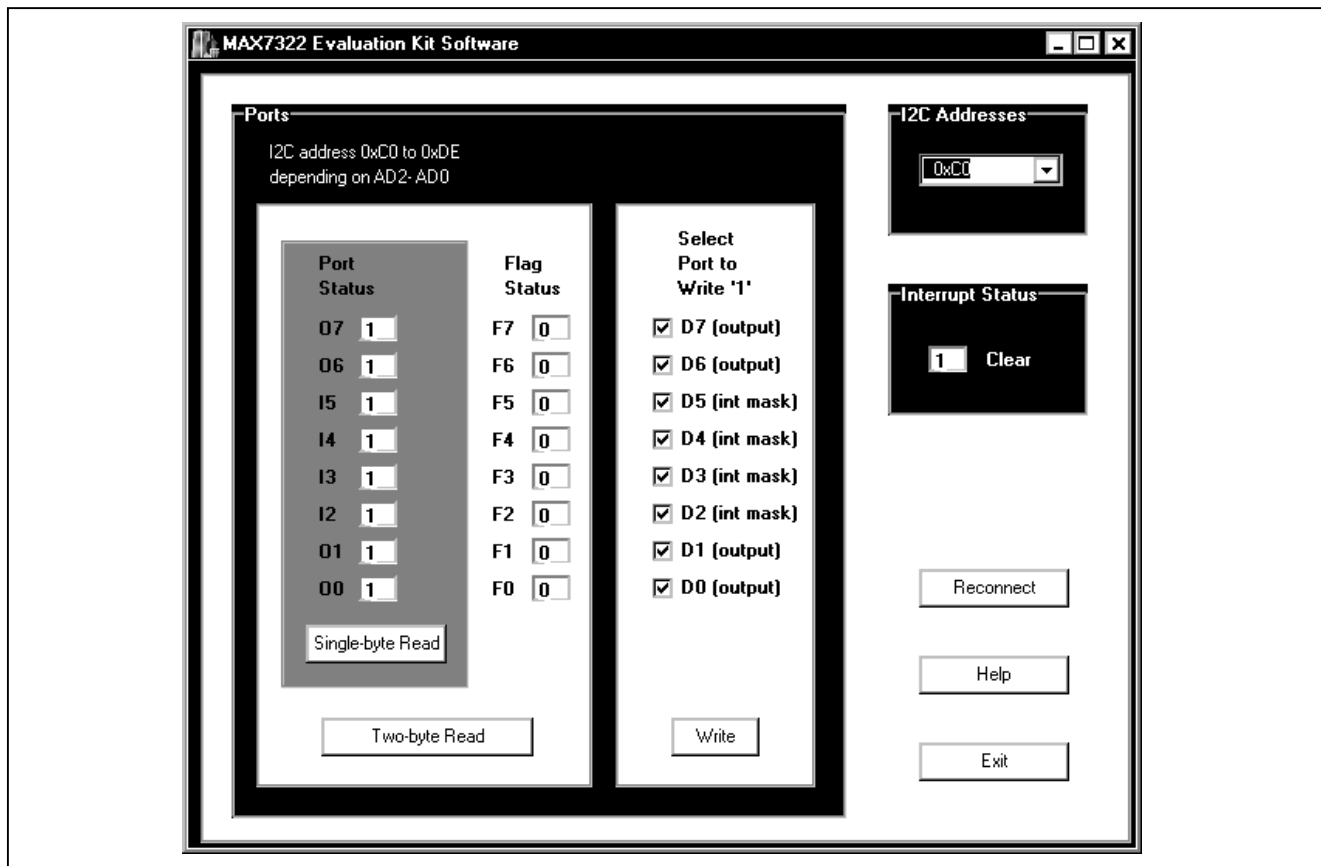

図1. MAX7322の評価用ソフトウェアのメインウィンドウ
- Start** (スタート)メニューにあるアイコンを開いてMAX7322 EV kit softwareをスタートしてください。すると、GUIのメインウィンドウが図1に示すように現れます。
MAX7322のEVキットのソフトウェアをスタートさせるためには、インストール時に作成したMAX7322のEVキットのアイコンをダブルクリックします。すると、GUIのメインウィンドウが図1に示すように現れます。
図1に示すPortsグループボックスには読取りパネルと書き込みパネルがあります。読取りパネルには2つのセクションがあります。Port StatusとFlag Statusです。Single-byte Readを押すと、ポートの状態のみを読み取ります。Two-byte Readボタンを押すと、ポートの状態とフラグの状態を読み取ります。